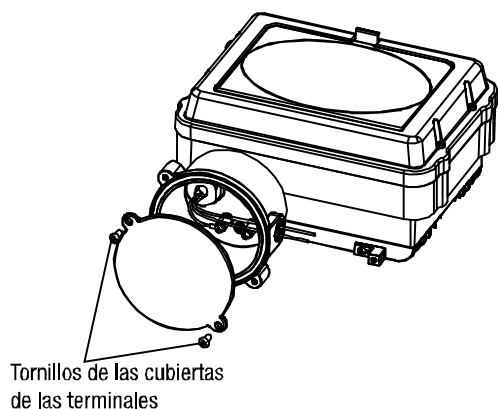

FIGURA 1
- ☐ Retire la tapa de la caja de terminales. (FIGURA 1)